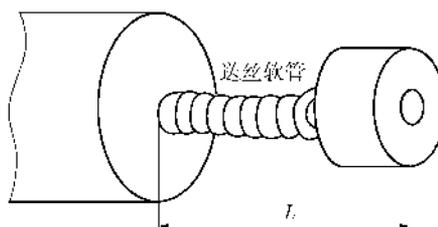

图 15-19 穿入新送丝软管
b. 穿入新的送丝软管。一般新的备用送丝软管都比所需要的长度长一些,穿进去之后测量送丝软管的伸出长度 L ,如图15-19所示。应注意在穿送丝软管时,一定要使送丝软管进入鹅颈中的内送丝软管接头的相应孔中,否则送丝软管截断后会比要求的长度短,而短的送丝软管会使送丝性能变坏,严重时甚至无法送丝。